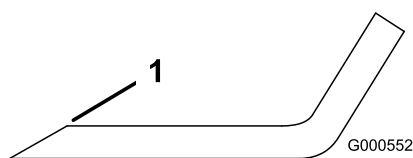
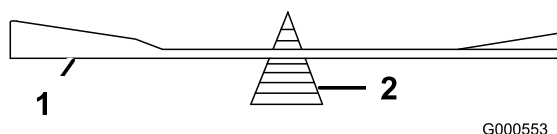

Figura 50
Figura 51
1. Affilate i taglienti da entrambe le estremità della lama con una lima (Figura 50). Rispettate l'angolazione originale. La lama conserva il proprio equilibrio
2. Controllate l'equilibrio della lama posizionandola su un bilanciatore (Figura 51). Se la lama rimane in posizione orizzontale, è bilanciata e può essere utilizzata. Se la lama non è bilanciata, limate del metallo soltanto dalla costa (Figura 50). Ripetete la procedura finché la lama non è perfettamente bilanciata.